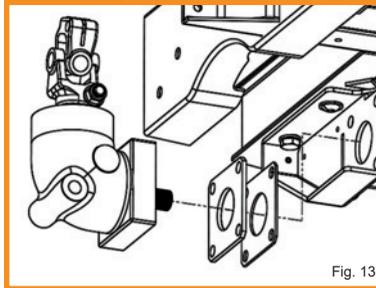

Fig. 13
- Fit the bevelbox (Art 4) with 2 spacers (Art 5&6) in loosely place. (Fig 13) Make sure the vertical U-joint (3/4"-7/8") is attached to the bevelbox using a M10x50 bolt. It will be hard to install the bolt at a later stage.
- Das Umlenkgetriebe (Art 4) wird mit zwei Distanzscheiben 2+4mm (Art 5&6) und dem vertikalen Kreuzgelenk (3/4"-7/8") (Art 3), welches mit einer Schraube M10x50 fixiert wird, lose eingesetzt. (Fig. 13)